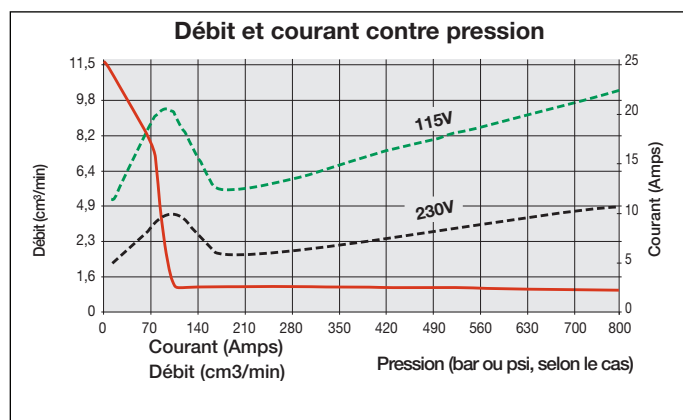

Figure 1, Courbe de débit
#### 3.2 Courbes de débit (Voir figure 1) :
\*La consommation de courant réelle dépend de l'application. Voir la figure 1.
1. Le sectionneur et la protection du circuit de la ligne d'alimentation doivent être fournis par le client. Le disjoncteur de ligne doit être à 115 % de la charge pleine courante du moteur à la pression maximale de l'application (voir la figure 1).